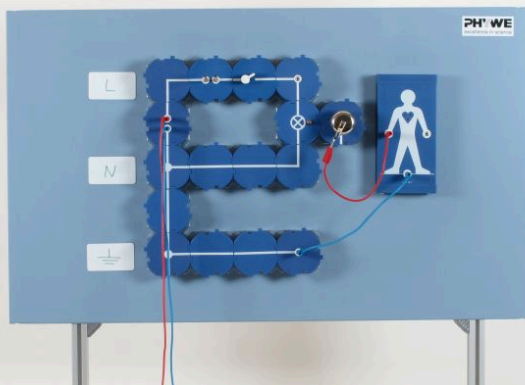

Abbildung 1
- Baue den Versuch wie in Abb. 1 auf; kennzeichne die obere Leitung des Stromkreises mit L (Line), die untere Leitung mit N (Neutral) sowie die „Erde“.